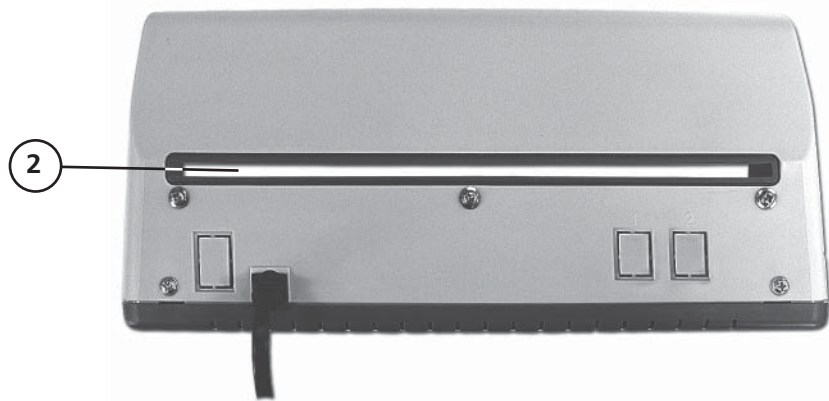

Рис. 1
1. Подключите прибор к сети (220 В, 50 Гц). Включите прибор нажатием клавиши выключателя «Сеть» на передней панели (рис. 1, поз. 1) – просмотровая зона (рис. 2) осветится синим светом.